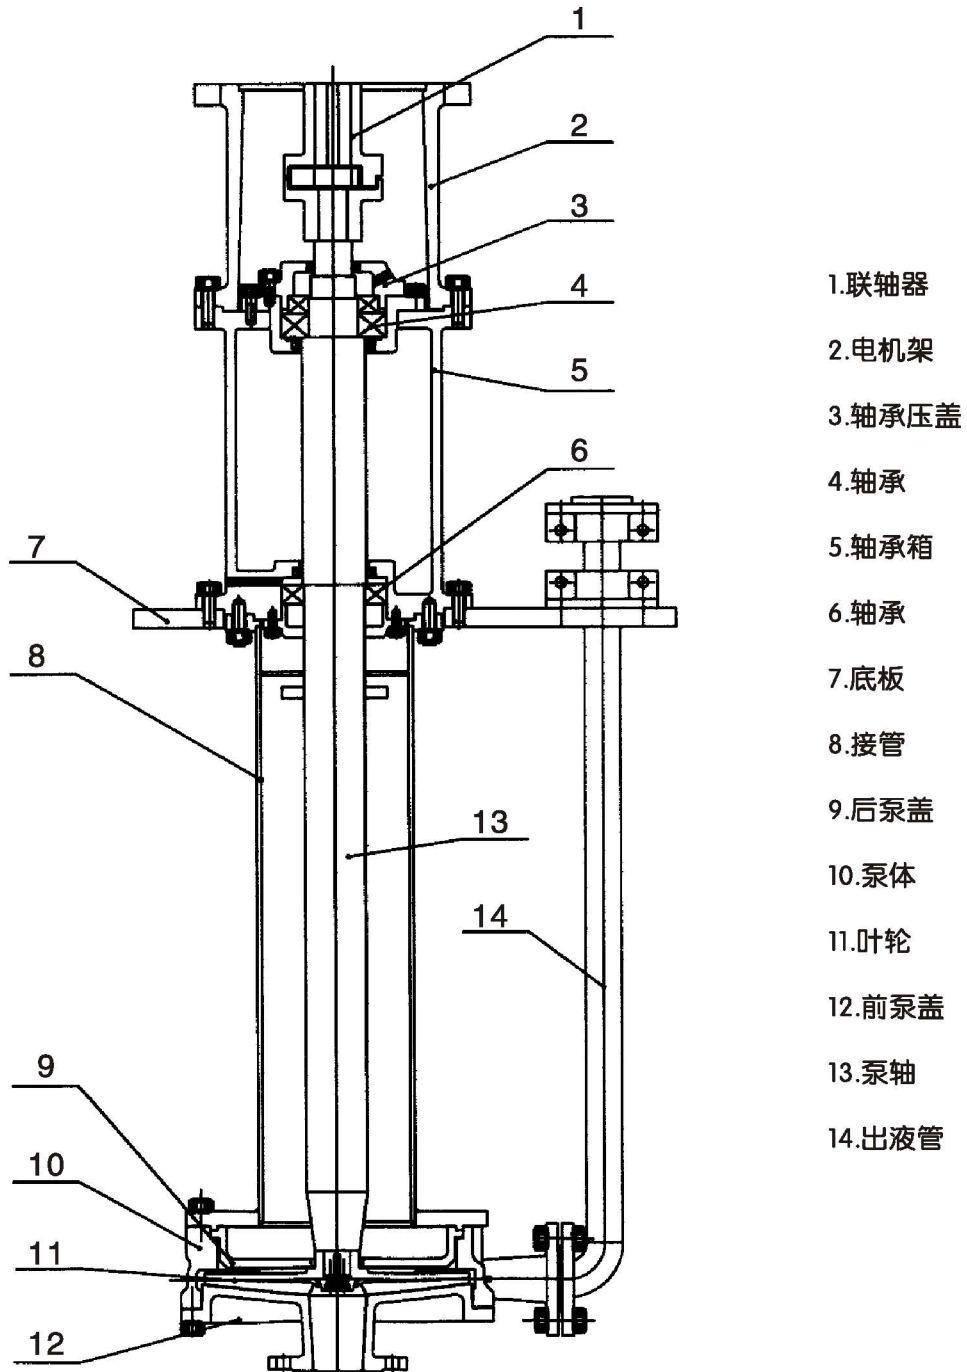

图1 悬臂式立式泵结构
2.1 KSZJ型化工泵主要零部件(见图1)，有泵体、叶轮、出液管、接管、轴、挡圈、底板、轴承套、电机座、联轴节、电机。
2.3 泵的结构(图1)特点是泵体通过接管与轴套联接，上下轴承即安置在轴承套内。在本系列泵中，轴承套压盖均为同一尺寸，同样型号，以便互换，同时泵轴在轴承端部都有同样尺寸要求。轴承用油脂润滑(二硫化钼)；运行可靠、检修泵叶轮时，只需拆下前盖，即可拿下叶轮，泵接管内装有档圈，轴上套有橡胶档流圈，可以有效地防止液体溅入轴承内。